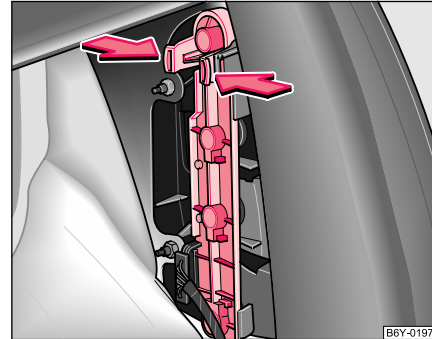

Abb. 165 Glühlampenträger ausbauen
- Befestigungsglaschen im oberen Teil des Glühlampenträgers in Pfeilrichtung drücken und Glühlampenträger herausnehmen ⇒ Abb. 165.